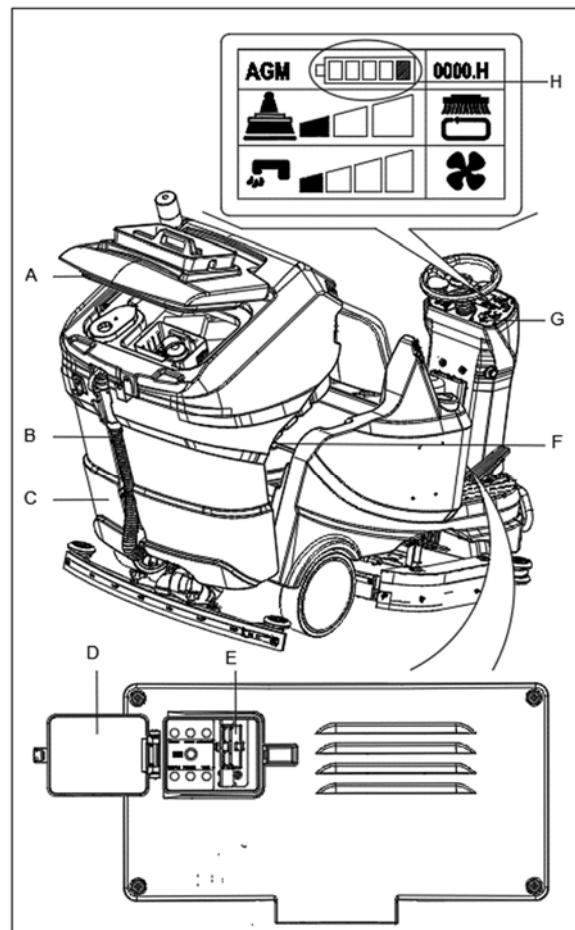

Рис. 16
- Откройте крышку (A, рис. 16) и убедитесь, что бак грязной воды (C, рис. 16) пуст; в противном случае слейте из него воду при помощи сливного шланга (B, рис. 16).
- Поверните ключ зажигания (G, рис. 16) в положение «0».
- Откройте защитную крышку (D, рис. 16). Подсоедините разъем зарядного устройства к разъему машины (E, рис. 16). Когда зарядное устройство батареи подключено к электросети, все функции машины автоматически отключаются.
- Вставьте ключ зажигания (G, рис. 16) и поверните его в положение «I». Проверьте состояние батарей на экране дисплея (H, рис. 16).